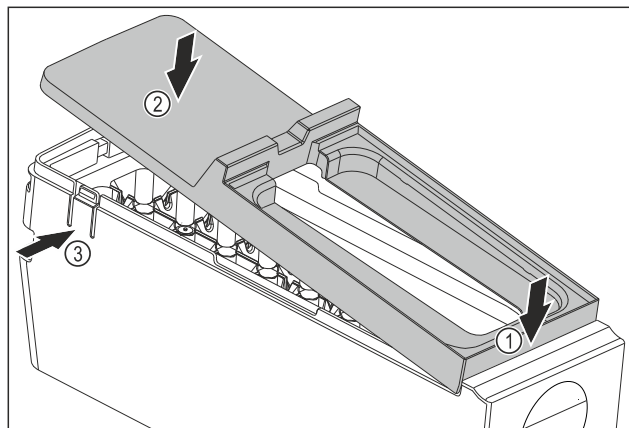

Fig. 88
- Monter le couvercle du corps de l'EasyTwist-Ice : Placer le couvercle à l'avant. Fig. 88 (1)
- Abaisser le couvercle à l'arrière. Fig. 88 (2)
- ▷ L'enclenchement du couvercle dans les deux languettes Fig. 88 (3) se fait entendre.